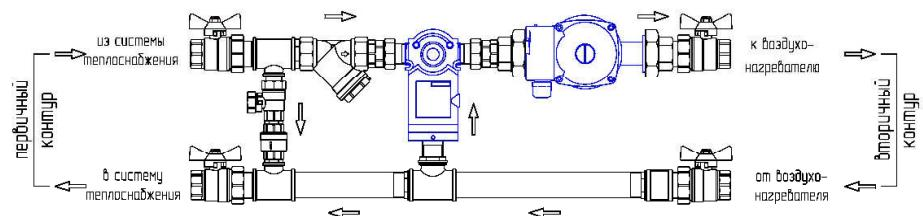

Рис.1 Смесительный узел SUM(H)-N
Смесительные узлы серии SUM(H)-N применяются в системах вентиляции для регулирования мощности водяных нагревателей посредством 3-ходового клапана с приводом, который обеспечивает смешивание прямого и обратного теплоносителя. Данная схема обеспечивает постоянный расход теплоносителя во вторичном контуре (рис.1)
8. Установка смесительного узла должна производиться таким образом, чтобы отстойник фильтра был направлен вниз (смотри рисунок 1 и 2), в противном случае грозит повышенное засорение сетки фильтра и его засорение, которое повлечёт за собой снижение мощности обогревателя и риск его замерзания.